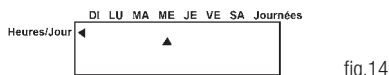

fig.14
2. Mouvez-le avec les touches ↓↑ jusqu'au jour courant (fig.14).